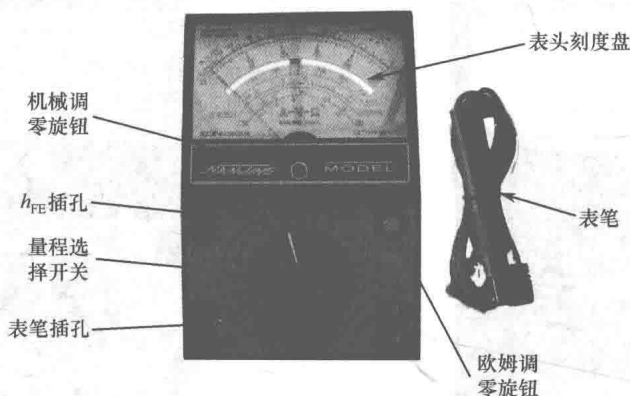

图 1-4 MF47 万用表面板
MF47 万用表面板如图 1-4 所示。指针式万用表面板主要由刻度盘、挡位选择开关、旋钮和一些插孔组成。
(4) 插孔。标有“COM”字样的为黑表笔插孔,标有“+”字样的为红表笔插孔;图1-4中右下角标有“2 500 V”字样的为高电压测量插孔(在测量大于1 000 V而小于2 500 V的电压时,红表笔需插入该插孔);标有“5A”字样的为大电流测量插孔(在测量大于500 mA而小于5 A的电流时,红表笔需插入该插孔);图1-4中左上角标有“P”字样的为PNP型三极管插孔;标有“N”字样的为NPN型三极管的插孔。